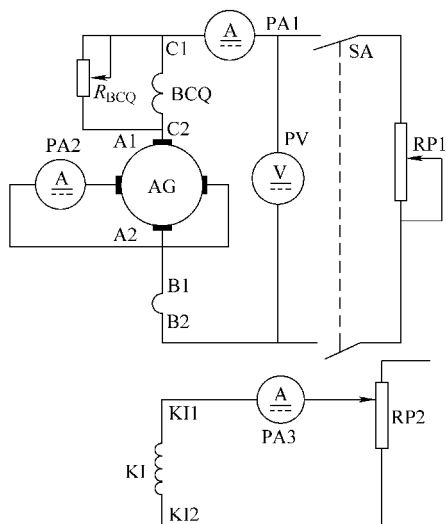

图 3-20 交磁电机扩大机补偿程度的试验电路
1. 图 3-20 是调试交磁电机扩大机补偿程度的试验电路。按图简述调试补偿程度的方法。